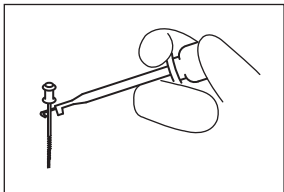

Abb. 5
- 1) Verbinden Sie die Feile, die in den Wurzelkanal eingeführt wurde, mit dem Feilclip. Klemmen Sie den oberen Teil (in der Nähe des Griffs) oder den Metallteil der Feile. (Abb. 5)